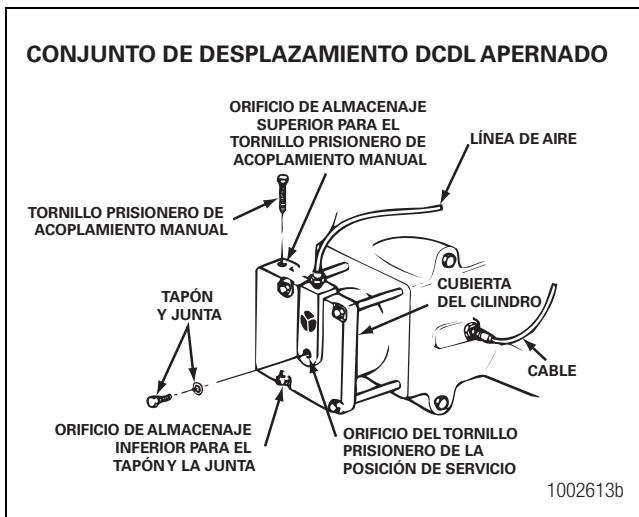

Figura 11.6
- A. Desconecte la manguera de aire del cilindro de desplazamiento. Figura 11.6.
- B. Quite el tornillo prisionero de acoplamiento manual del orificio de almacenaje. El orificio de almacenaje de los conjuntos de desplazamiento roscados está ubicado en la torre de desplazamiento del portadiferencial que se encuentra junto al cilindro. Figura 11.6.
- Instale el tornillo prisionero de acoplamiento manual en el orificio de almacenaje. El orificio de almacenaje de los conjuntos de desplazamiento apernados está ubicado en la parte superior de la cubierta del cilindro de desplazamiento. Apriete el tornillo prisionero hasta alcanzar una torsión de 15 a 25 lbs-pie (20 a 35 N•m). Figura 11.6.